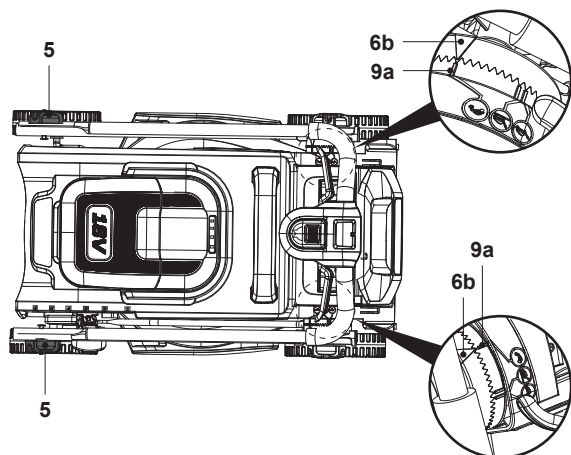

Fig. 26
9. Para ahorrar espacio, también puede plegar el manillar superior; para ello, fije bien las conexiones (5, 8) y asegúrese de que el triángulo indicador (6b) esté alineado con el indicador de estacionamiento (9a) para evitar que el producto se abra (Fig. 26).